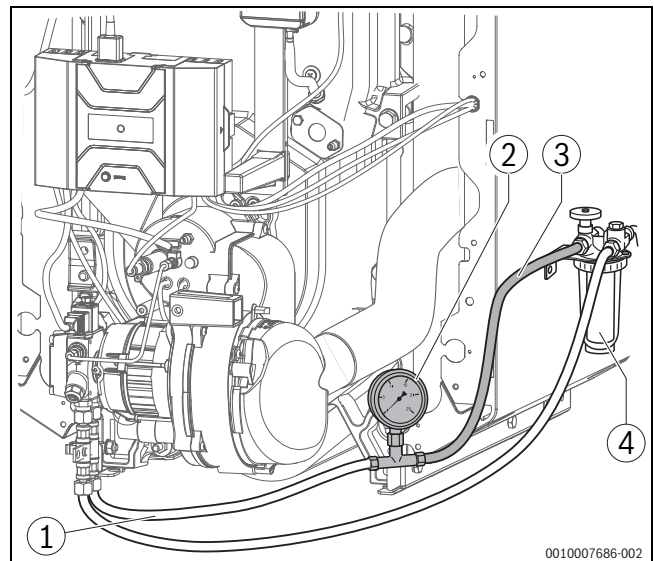

Fig. 18 Filtre de fioul, vacuomètre et tuyau transparent (modèle représenté : 18-49 kW)
- ▶ Monter le vacuomètre (→ fig. 18, [2]) avec le tuyau souple transparent (→ fig. 18, [3]; accessoire), comme représenté, entre le filtre à fioul (→ fig. 18, [4]) et la conduite d'aspiration du fioul (→ fig. 18, [1]).
- ▶ Contrôler l'absence de bulles d'air dans le fioul aspiré à travers le tuyau souple transparent (→ fig. 18, [3]).
- ▶ Fermer le robinet d'arrêt d'huile sur le filtre à huile (→ fig. 18) et démonter le tuyau transparent (→ fig. 18) avec le vacuomètre (→ fig. 18).
- ▶ Raccorder la conduite d'aspiration d'huile (→ fig. 18) au raccord du filtre à huile.